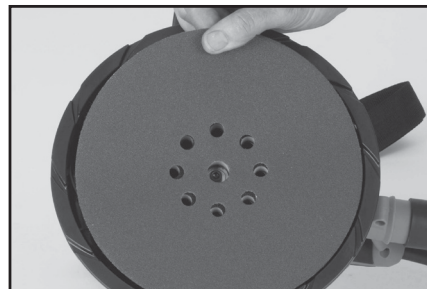

Fig. 4
- Achten Sie darauf, dass die neun (9) Löcher in der Schleifscheibe exakt auf den neun (9) Löchern im Stützteller übereinander liegen. (Abb. 4)